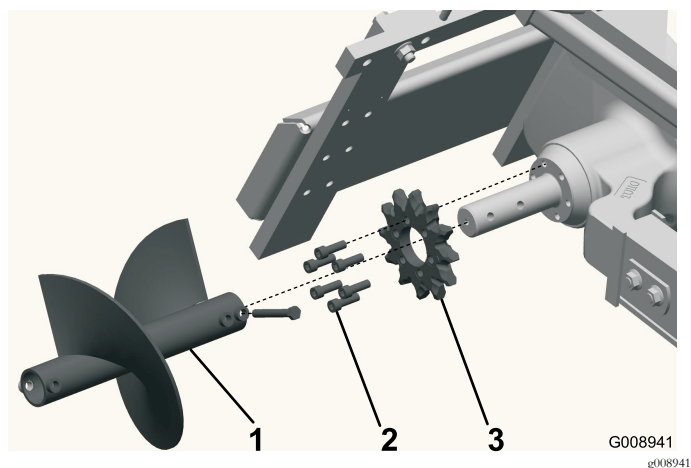

Figura 11
3. Togliete le lame della coclea (Figura 11).
8. Rimuovete i sei bulloni che fissano la ruota dentata di azionamento (Figura 11).
9. Togliete la ruota conduttrice e gettatela (Figura 11).
11. Fate scorrere la nuova ruota sull'albero come illustrato nella (Figura 11).
12. Inserite saldamente i sei bulloni nella ruota (Figura 11).